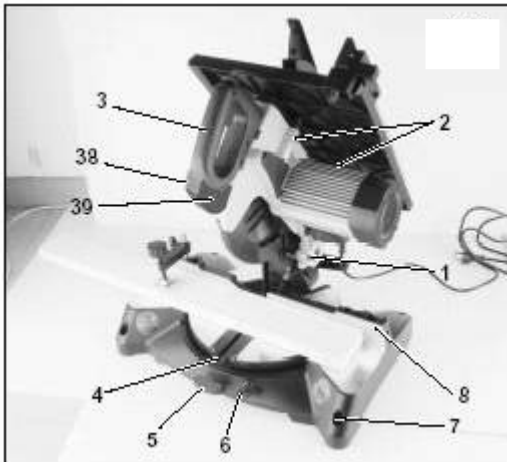

Fig. 11
- Solte os dois parafusos borboletas 02 fig. 11;
- Aperte os dois parafusos borboletas 02 fig. 11;